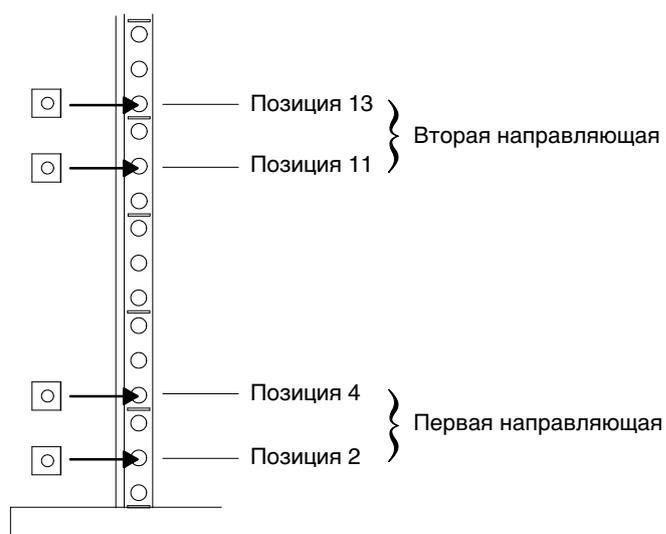
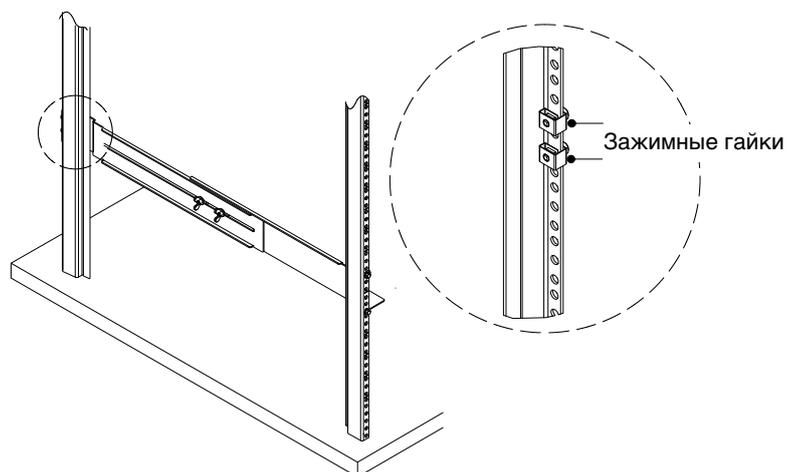

Рисунок 12. Позиции винтов задней направляющей для ВБМ
Рисунок 13. Закрепление задней направляющей
4. При помощи двух зажимных гаек и двух винтов с шестигранной головкой прикрепите направляющую к задней части стойки (см. Рисунок 12 и Рисунок 13).